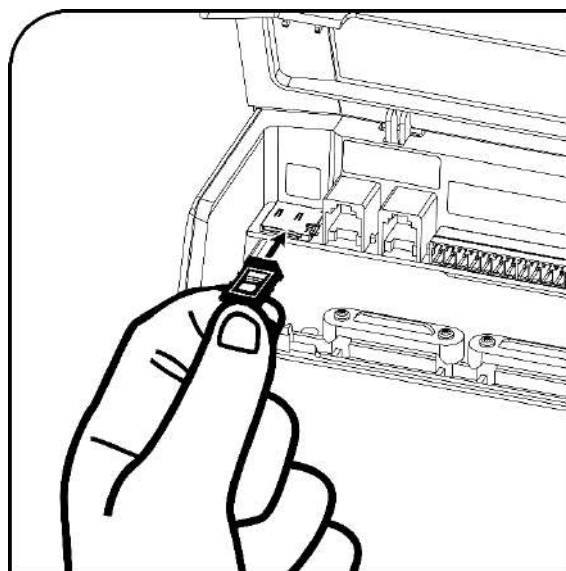

Рисунок 4 - Слот micro SD карты
5. Установить micro SD в слот контроллера под задней крышкой (*Рисунок 4*).